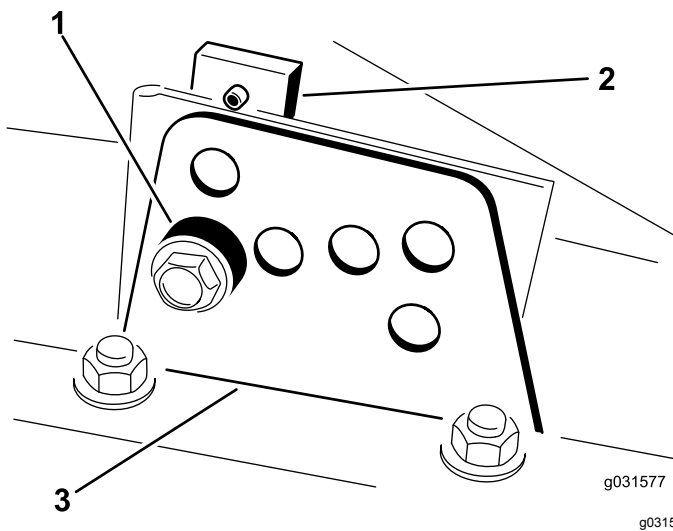

Bild 16
2. Lockern Sie die Schrauben, mit denen die Schnitthöhenhalterungen an der Schnitthöhenplatte (vorne und an beiden Seiten) befestigt sind, siehe (Bild 16).
4. Entfernen Sie das Distanzstück, während Sie gleichzeitig die Kammer abstützen (Bild 16).